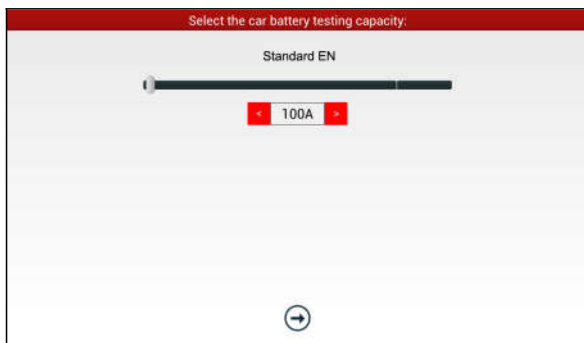

Рис. 11-6
6. Выберите стандарт тестирования, кроме JIS и нажмите . Появится окно как на рис. 11-6. Можно установить размер емкости АКБ нажатием кнопок или с помощью бегунка на шкале.